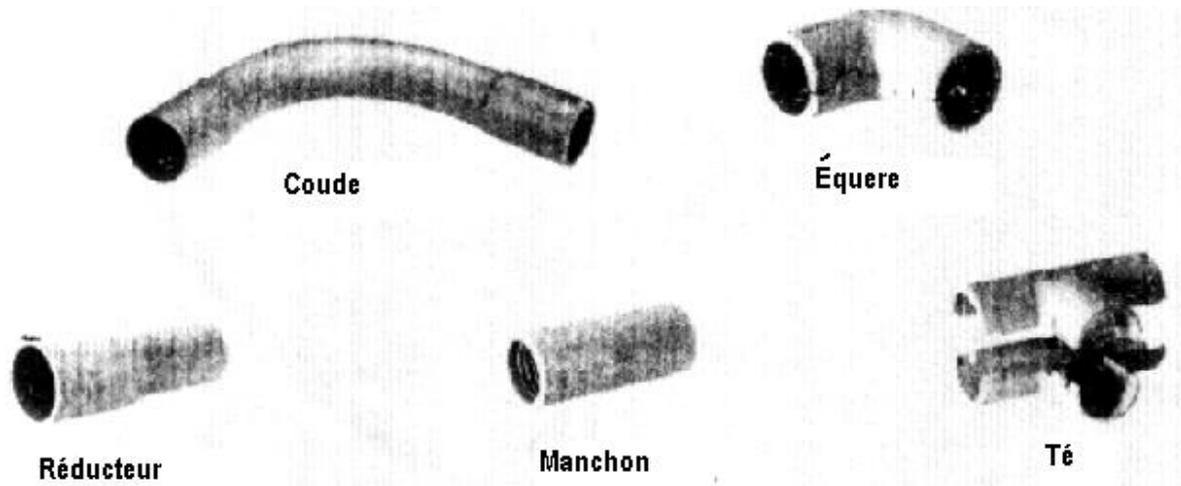

Figure 5.13 – Les accessoires des conduits flexibles "non métalliques "
- **Accessoires** : (voir figure 5.13)